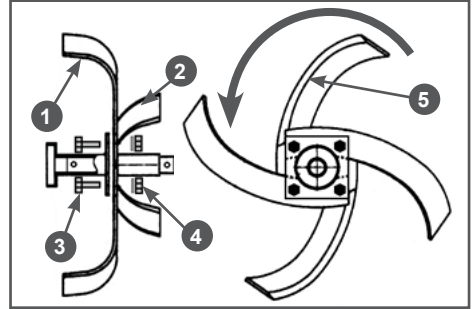

Рис. 4 Сборка правой внутренней фрезы
- Установите ножи фрез на квадратные фланцы осей фрез. Установку ножей нужно начинать с внутренней оси (Рис. 4). Для примера на Рис. 4 показана установка ножей на правую внутреннюю ось. В первую очередь на фланец устанавливаются правые
ножи 2 (имеющие изгиб в сторону от коробки передач), затем устанавливаются левые ножи 1 (имеющие изгиб к коробке передач) (Рис. 4).
- Закрепите ножи на фланце оси с помощью болтов 3 и шайб с гайками 4 (Рис. 4).
Ножи должны быть установлены так, чтобы лезвия 5 ножей врезались в землю при движении мотокультиватора вперед (Рис. 4).